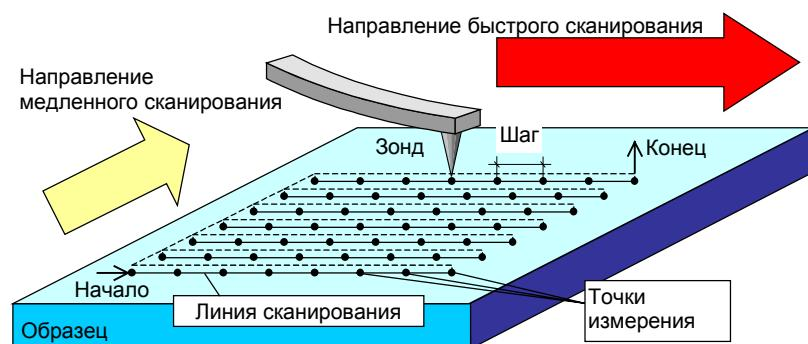

Рис. 1.3. Движение образца под зондом в процессе сбора данных.
Горизонтальное перемещение образца в процессе сканирования (перемещение в плоскости XY) осуществляется посредством пьезокерамического сканера. Образец перемещается под острием зонда от точки к точке по растровой схеме (рис. 1.3). Сканер начинает перемещаться вдоль первой линии сканирования и обратно. Затем он осуществляет перемещение на один шаг в перпендикулярном направлении ко второй линии сканирования, движется вдоль ее и обратно. Затем снова осуществляет перемещение на один шаг в
Система управления XY-движением пьезосканера (7) генерирует сигналы для электродов  $-X$ ,  $-Y$ ,  $X$ ,  $Y$  пьезосканера (11) для организации его движения по растровой схеме (Рис. 1.3). По такой же схеме перемещается исследуемая поверхность относительно неподвижного зонда.